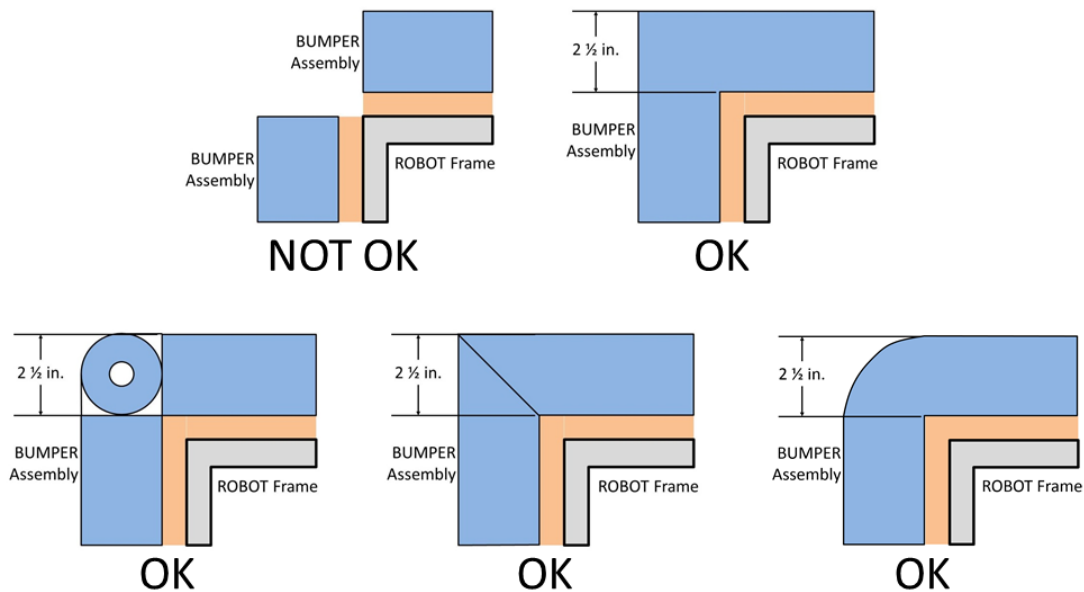

Figure 9-8 Soft parts of BUMPER corners
- R25.** 保险杠之间的角落连接处必须填充软面条。见 Figure 9-8.